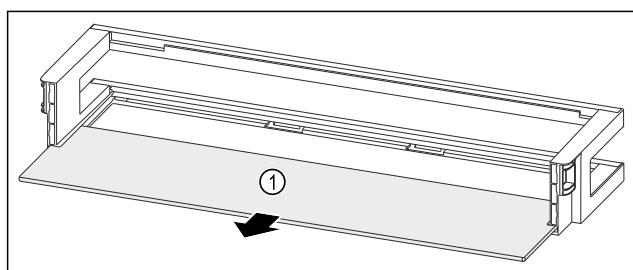

Fig. 50 Deurrek met draagplateau
- Draagplateau Fig. 50 (1) verwijderen.